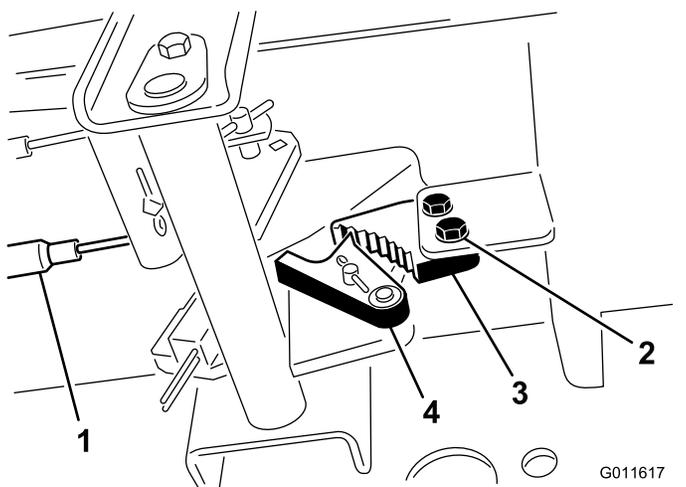

Рисунок 67
1. Ослабьте два винта крепления защелки стояночного тормоза к раме (Рисунок 67).
2. Нажмите педаль тормоза вперед, пока углубление тормоза не войдет полностью в зацепление с защелкой тормоза (Рисунок 67).